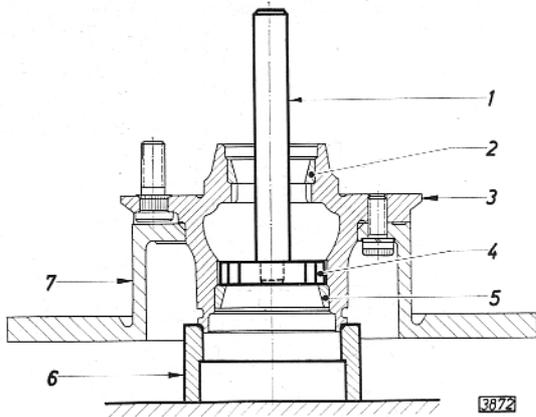

Bild 64 - Äußeren Laufring des inneren Radlagers herauspressen
3. Vorderradnabe mit angeschraubter Bremsscheibe, wie in Bild 64 gezeigt, auf die angefastete Seite des Vorderradlager-Einpreß- und -Ausziehuntersatzes SW-76 aufsetzen. Dorn (64/1) in große Druckplatte (64/4) einsetzen und äußeren Laufring des inneren Radlagers herauspressen.